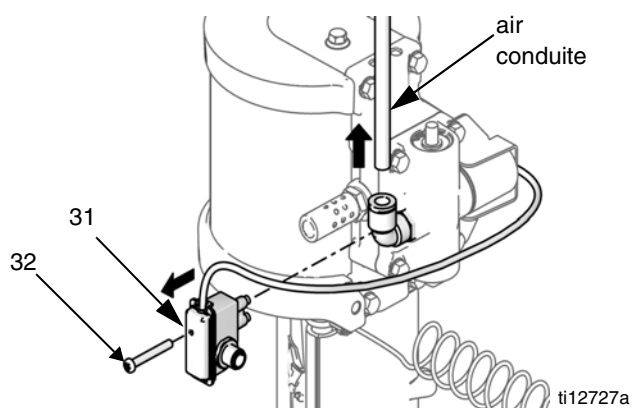

FIG. 3 : Dépose de l'ensemble de commutateur à lames & de la conduite d'air
1. **Pour moteurs avec DataTrak** : retirez une vis pour déconnecter le commutateur à lames de la vanne d'air. Consultez la FIG. 3, page 9.
2. Utilisez une clé à douille de 10mm pour retirer les quatre vis (18). Retirez la vanne d'air (17) et le joint (16\*♦).
4. Retirez les quatre vis (18) puis le collecteur (15\*) et les deux joints (14\*).
5. Utilisez une clé à douille de 10mm pour retirer les vannes de commande (19) des capots supérieur et inférieur.